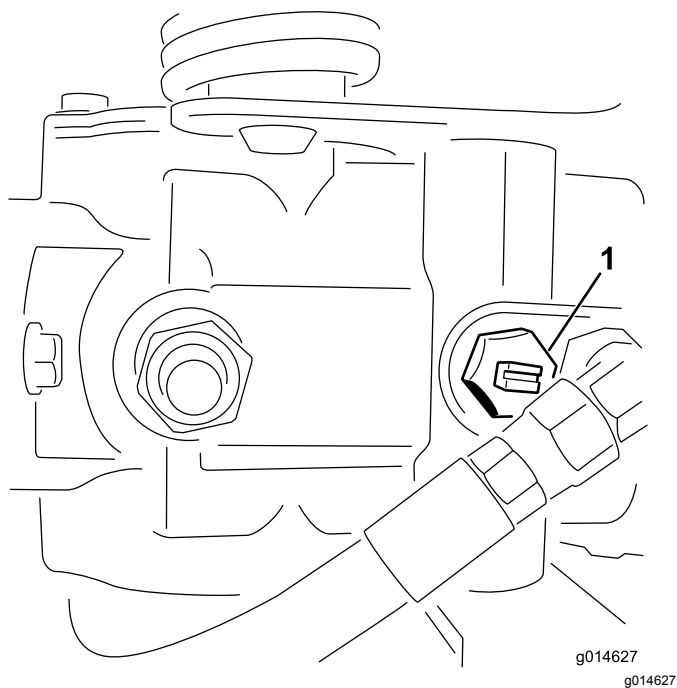

Figura 22
1. Localice la válvula de desvío en la bomba y gírela hasta que la ranura esté en posición vertical (Figura 22).
2. Antes de arrancar el motor, cierre la válvula de desvío girándola hasta que la ranura esté horizontal (Figura 22). No arranque el motor con la válvula abierta.